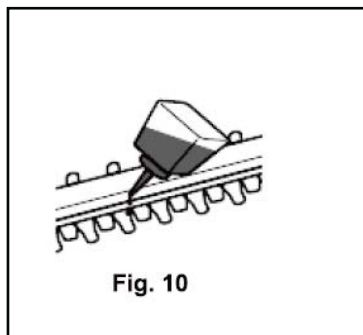

Fig. 10
9. En cas de surchauffe du dispositif de coupe (1) pendant le fonctionnement, lubrifier les surfaces internes de la lame (voir Fig. 10).